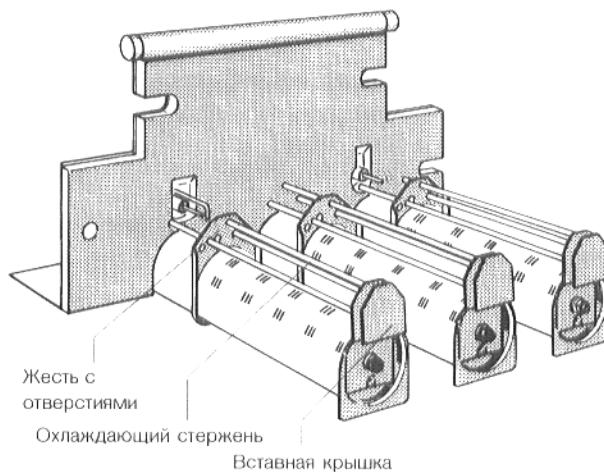

Рис. 25. Обратная сторона щита горелки со стержнями горелки
- ❖ Снять вставные крышки с задней жести, с отверстиями для охлаждающих стержней, в направлении вверх (рис. 25).
- ❖ Вытянуть охлаждающие стержни из отверстий. Жести остаются на месте (рис. 25).